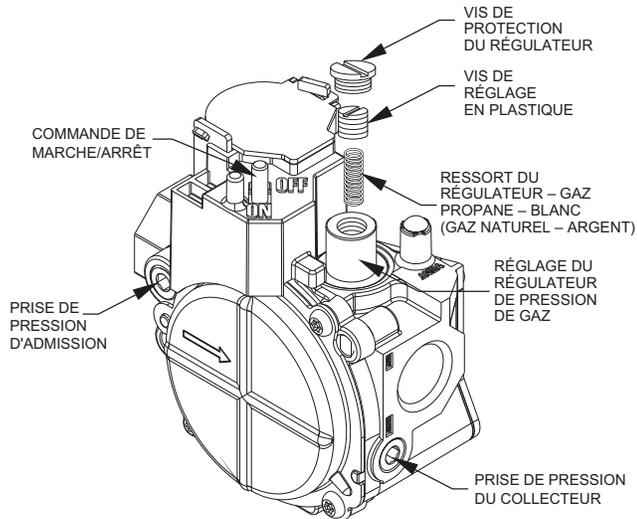

Fig. 12 – Vanne de gaz à une phase
1. Retirez la vis de protection du régulateur qui recouvre la vis de réglage en plastique sur la vanne de gaz (consultez la Fig. 12).
2. Tournez la vis de réglage en plastique dans le sens horaire pour augmenter le débit de gaz ou dans le sens antihoraire pour le diminuer (consultez la Fig. 12). La pression dans le collecteur doit être entre 3,2 et 3,8 po de de colonne d'eau
3. Remettez la vis de protection du régulateur en place sur la vanne de gaz (consultez la Fig. 12).
Avec le panneau d'accès des commandes retiré (consultez Fig. 18), observez le fonctionnement du module de chauffage de l'appareil. Vérifiez que les flammes du brûleur sont douces et de couleur bleu pâle, et qu'elles sont à peu près semblables pour chaque brûleur. Le propane produit des flammes bleues (consultez la Fig. 12). Consultez la section Entretien pour les renseignements sur la dépose du brûleur.